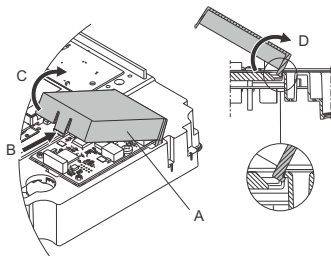

図 60 CIM カバーの取り外し
2. ロッキングタブ (図 60、A) を押して CIM カバー (図 60、B) を取り外し、カバーの端を持ち上げます (図 60、C)。カバーをフックから外します (図 60、D)。